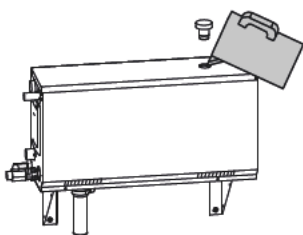

Рисунок 3. Удаление известкового налета
4. Снимите заглушку с верхней части парогенератора (рисунок 3)